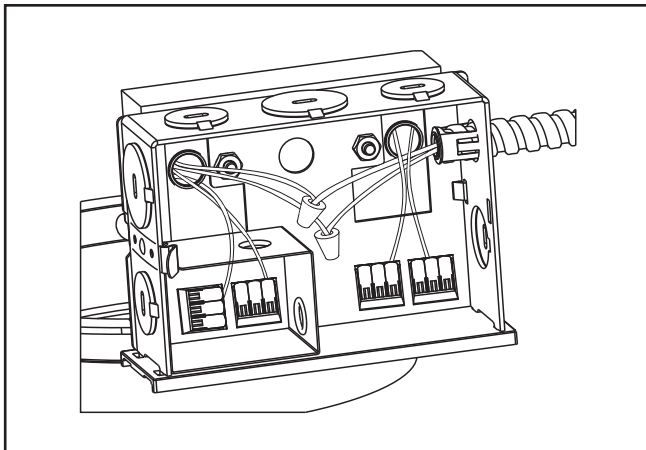

Figure 9
1. Acheminez l'alimentation électrique à la boîte de jonction (sur le cadre d'enchâssement pour plâtre) selon le Code national de l'électricité ou le code d'électricité de votre région. L'isolant du fil d'alimentation doit avoir une caractéristique nominale d'au moins 90 °C. La boîte de jonction est homologuée pour (4) conducteurs de 12 AWG (deux entrées, deux sorties) pouvant supporter une température de 90 °C et un câblage de dérivation d'alimentation pour les pilotes de type IC et de type enfichables de 120/277 V uniquement. Pour tous les autres cas (8) conducteurs 12 AWG (quatre entrées, quatre sorties) pouvant supporter une température de 90 °C et un câblage de dérivation d'alimentation de 120/277 V uniquement.
2. Retirez le couvercle de la boîte de jonction (Figure 9).